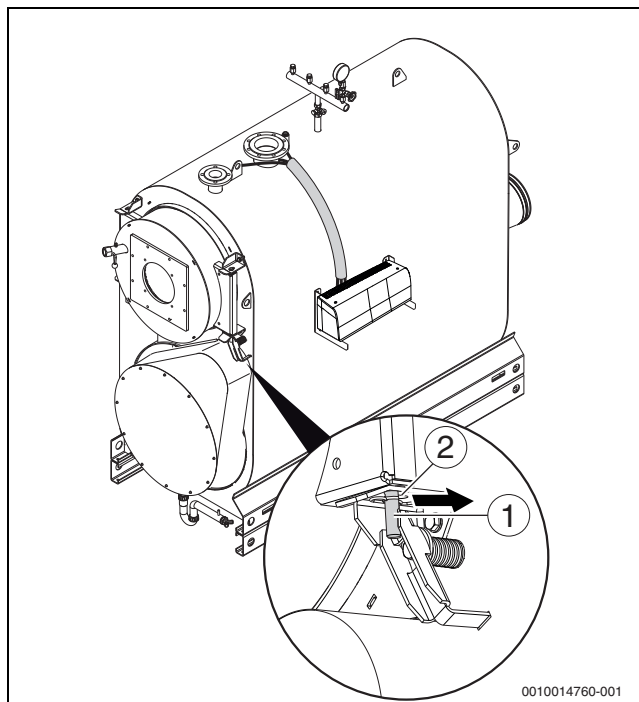

Fig. 14 Desprinderea splintului
- ▶ Tensionați arcul pentru compresie cu ajutorul șurubului cu gaură interioară hexagonală până când se obține un joc al pârgheii basculante spre bolțul de balama (→ fig. 14, pagina 20).
- ▶ Scoateți bolțul de balama (→ fig. 14, [1], pagina 20) în direcție ascendentă din orificiul balamalei.
- ▶ Montați splintul sub suportul inferior al ușii, pe bolțurile de balama (→ fig. 14, pagina 20).